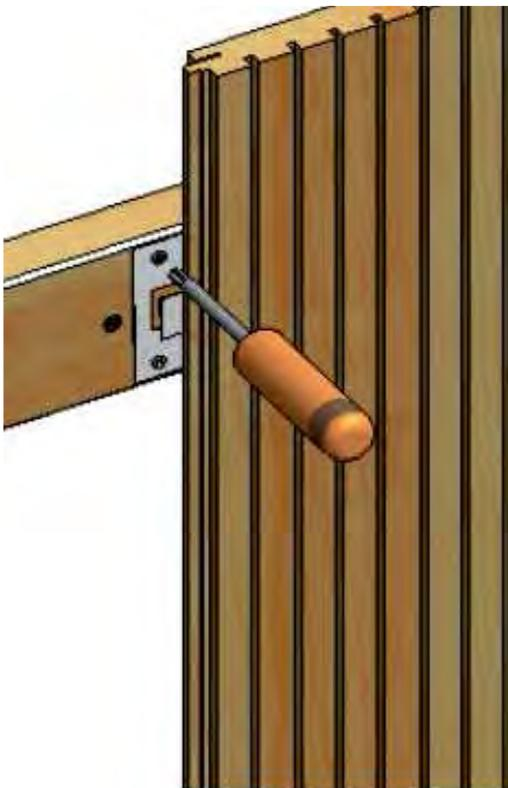

Bild 1: Nut- / Kammverbindung
- Die BER Holz-F Akustikplatten werden mit der Schraubkralle (*Bild 1*) und falls erforderlich mit Druckluftnagler (*Bild 2*) durch Befestigungsklammer auf die Unterkonstruktion befestigt.